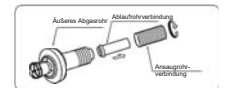

Abb. 6
6. Befestigen Sie das gebogene Verbindungsstück am Auslauf des Abgasrohrs, nachdem Sie es mit einem Isolationsüberzug versehen haben (Abb. 6).